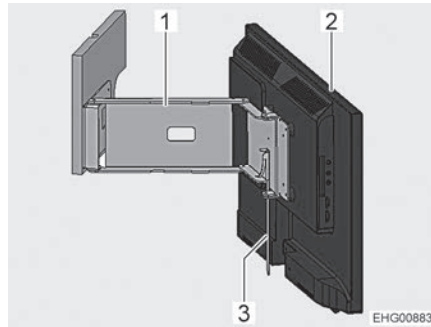

Fig. 70 Écran plat sur le bras articulé
- Enclencher le levier (Fig. 70,3). Le bras articulé (Fig. 70,1) est déverrouillé.
- Tourner l'écran plat (Fig. 70,2) dans la position désirée.